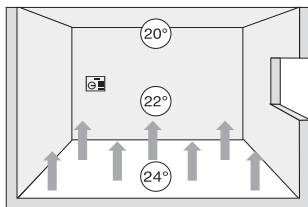

Рис. 1
2.1 Нагревательные маты являются встраиваемой электрической системой обогрева, монтируются в полу, превращая его в равномерно излучающую тепло поверхность. При этом температура пола может превышать температуру окружающего воздуха всего на несколько градусов (рис. 1).